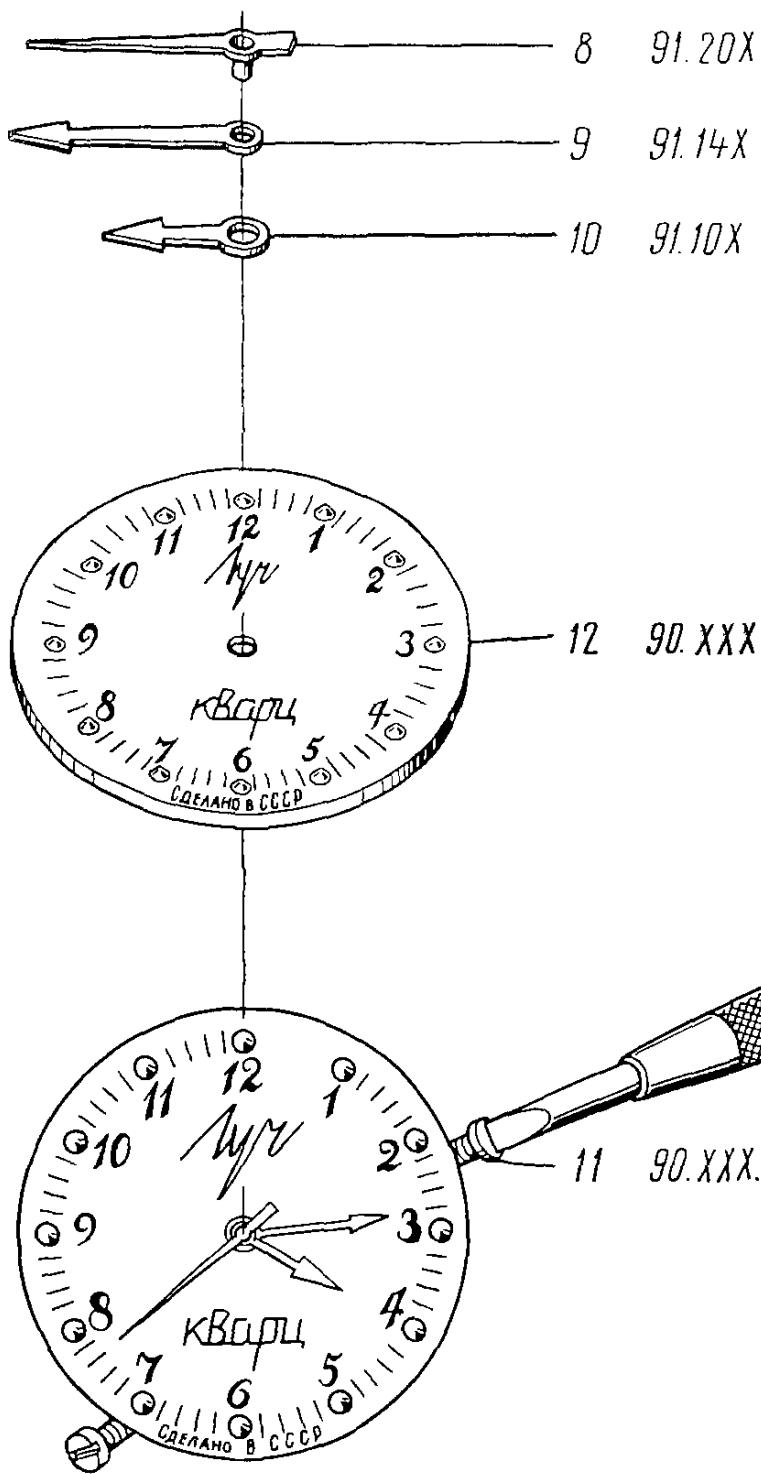

Рис. 50
11. Снять стрелку секундную 8 (рис. 50)